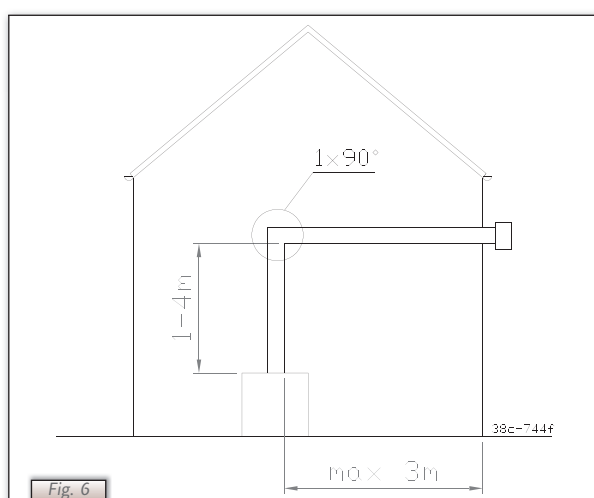

Fig. 6
- 1) minimaal 1 meter en maximaal 4 meter verticale pijplengte in combinatie met een 90° bocht en minimaal 1 meter tot en met maximaal 3 meter horizontale pijplengte en een geveldoorvoer (zie Fig. 6).